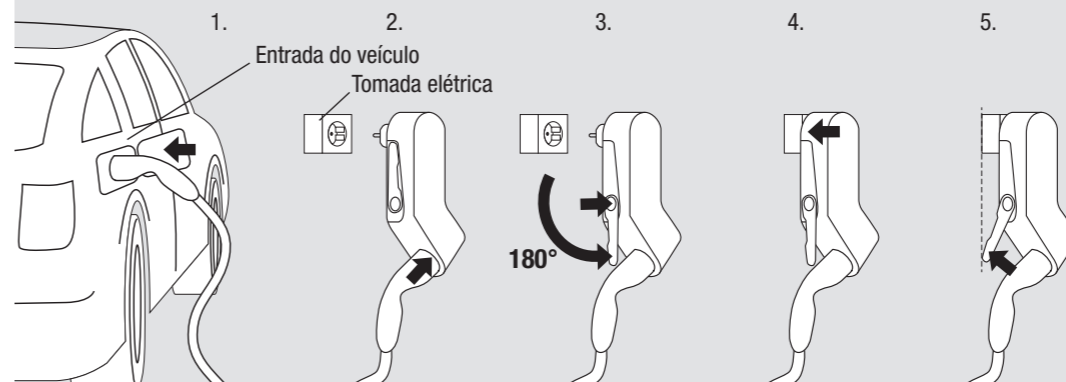

Fig. 2: Sequência de carregamento
- Opere a Mobility Dock apenas na vertical, suspensa e suportada numa tomada de parede, para evitar que se arranque da tomada (ver Fig. 2). As cargas pesadas podem danificar a Mobility Dock e/ou a tomada elétrica.
- Não ligue a Base de Mobilidade da tomada até que a ficha de carregamento esteja ligada à tomada tipo 2 (C). W przeciwnym razie gniazdo może ulec uszkodzeniu.
A Mobility Dock é um carregador de emergência de Modo 2, para uso ocasional e portátil. O uso permanente só deve ser efetuado numa posição segura, imobilizada e vertical. Operação apenas em tomadas elétricas montadas na parede e mecânica e eletricamente adequadas (Consultar a Fig. 2, passo 5).